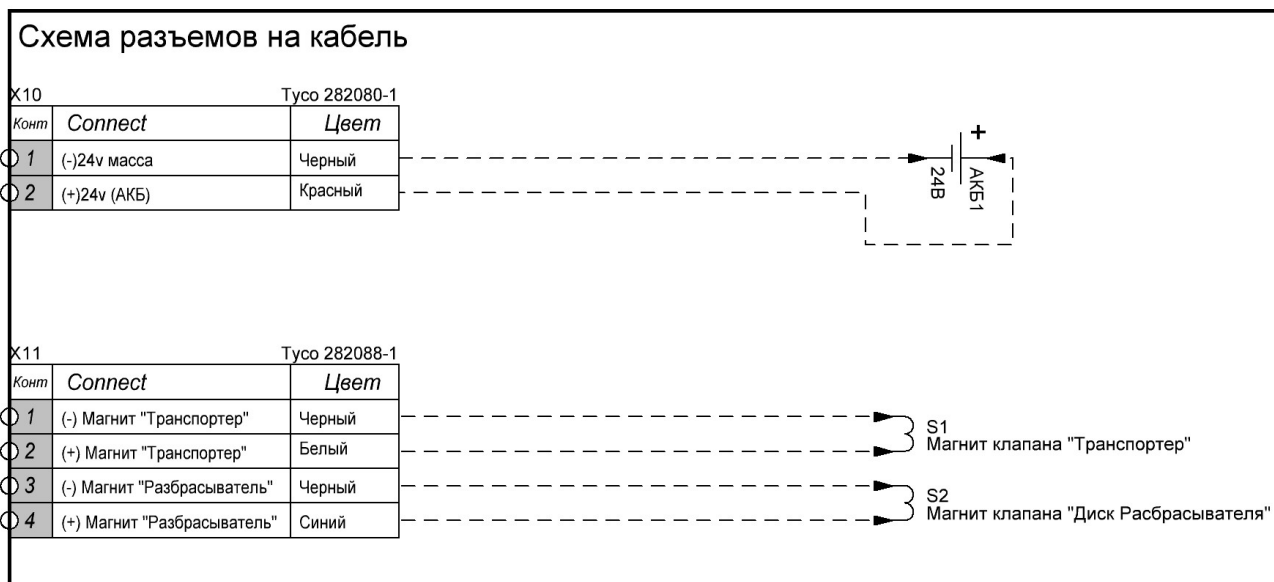

Рисунок 2 – Схема кабелей и подключения устройства УПК к пропорциональным клапанам.
- 5.2 подключить устройство УПК в соответствии со схемой подключения (см. рисунок 2):